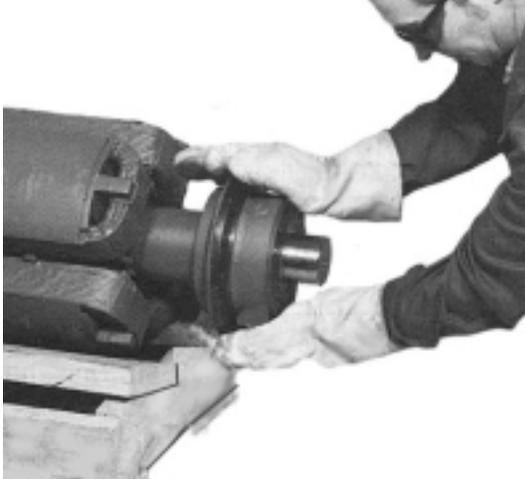

Figure 6-44
3. Pour réaliser un bon montage du ventilateur, repérer le nouveau moyeu par rapport à la clavette au même endroit que l'ancien ventilateur. Mettre la clavette sur l'axe. Chauffer le nouveau moyeu dans un four entre 260-316°C. En utilisant des gants en amiante, faire glisser le moyeu sur l'arbre et la clavette jusqu'à ce qu'il touche le déport (Figure 6-44).